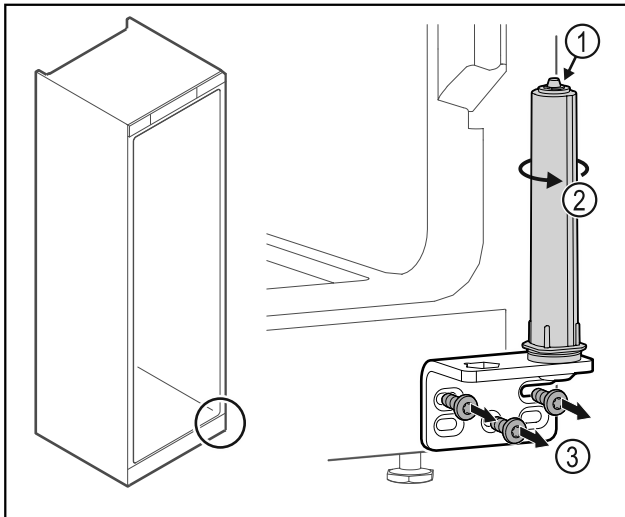

Fig. 39
- ▶ 请勿拆解关门系统 Fig. 39 (1)。
- ▶ 转动关门系统 Fig. 39 (2)，直至听到咔嚓声。
- ▶ 拧下合页角铁 Fig. 39 (3)。